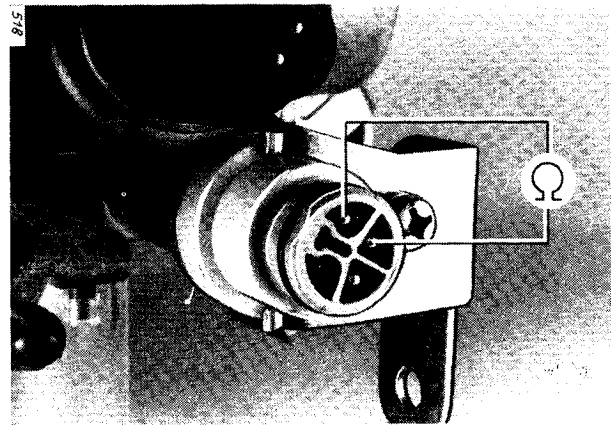

Bild 6
4.2 Schleiferwiderstand im Stellbereich (Bild 6)